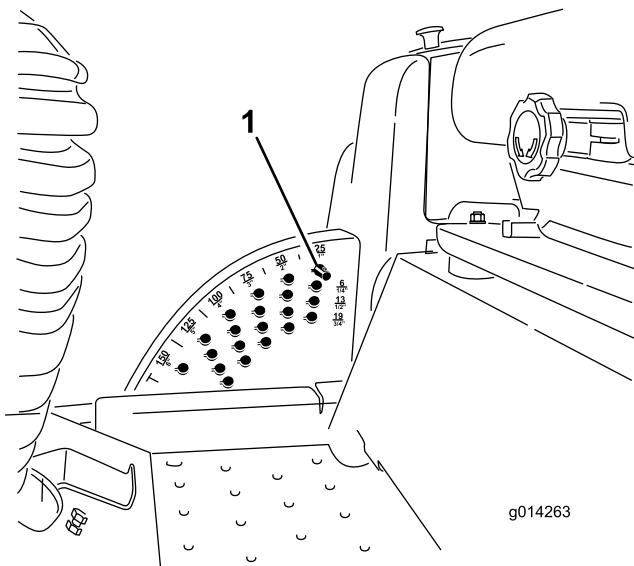

図 16
**注** デッキを上昇位置にロックするには、上昇位置からさらに 15 cm 上昇させ、刈高ストップピンを抜いて刈高の調整の項を参照、刈高 15 cm インチの穴に通します(図 16)。
1. エンジンが回転している状態で、デッキ昇降スイッチの後側を押し、デッキが完全に上昇したら直ちにレバーから手を離す(図 16)。
2. ストップピンについているロールピンを回してピンと刈高設定穴のスロットとが整列したところでピンを抜き取る(図 16)。
3. 刈高ブラケットについている穴から、希望する刈高に対応する穴を見つけ、その穴にピンを通し、ピンを回してロックする(図 16)。
**注** 刈高設定穴は、扇形の外周に一番近い段から全部で4段列あります(図 16)。外周側の列は、外周部に刻印されている通りの刈高の穴です。2列目の穴は、それぞれ 1列目プラス 6 mm の刈り高となります。3列目の穴は、それぞれ 1列目プラス 12 mm の刈り高となります。一番下の列の穴は、それぞれ 3列目プラス 18 mm の刈り高となります。刈高 152mm だけは例外で、2列目のはずれにあります。この穴にセットすると刈高 152mm となります 6mm アップにはなりません。